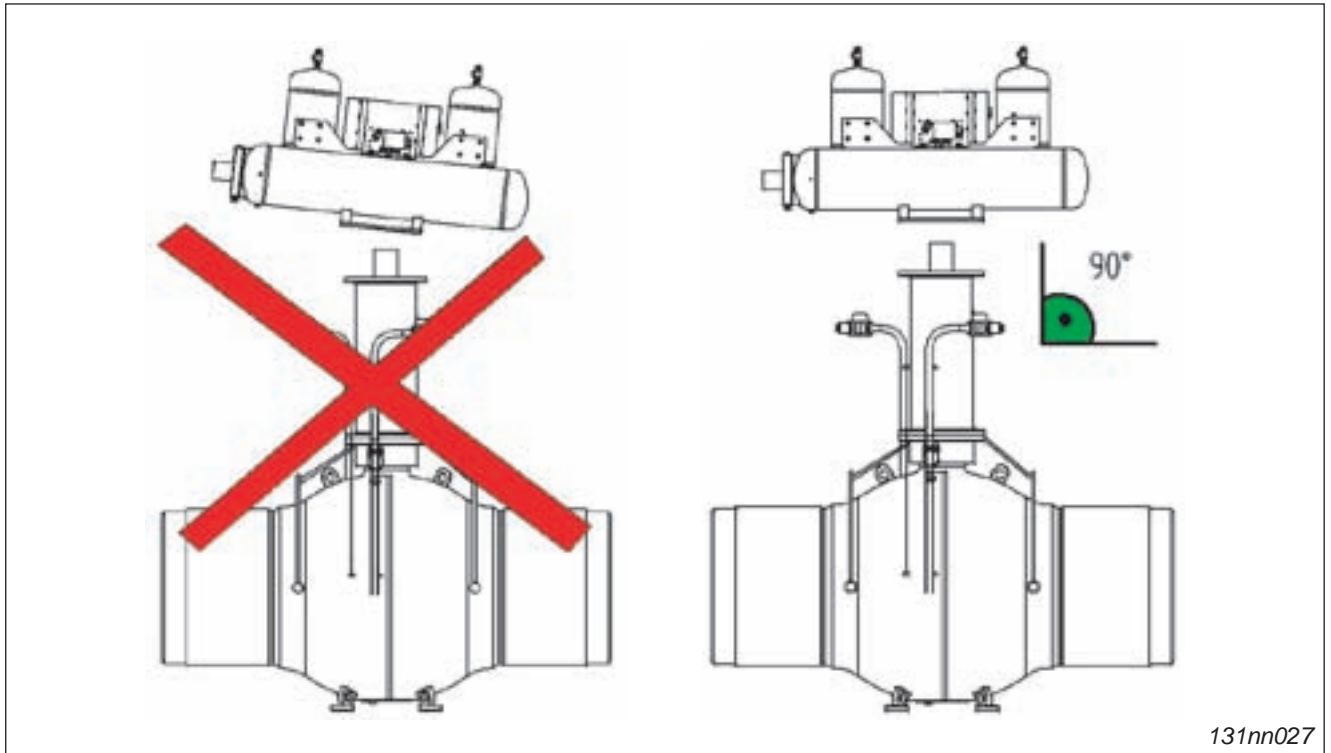

Fig. 4-1 Antriebssystem senkrecht absenken
Das Antriebssystem zur Montage waagrecht auf die Armatur aufsetzen (*Fig. 4-1*)! Antrieb und Armatur erst in vollständig abgesenktem Zustand ausrichten.
5. Antriebssystem langsam senkrecht auf die Armatur absenken (*Fig. 4-1*).